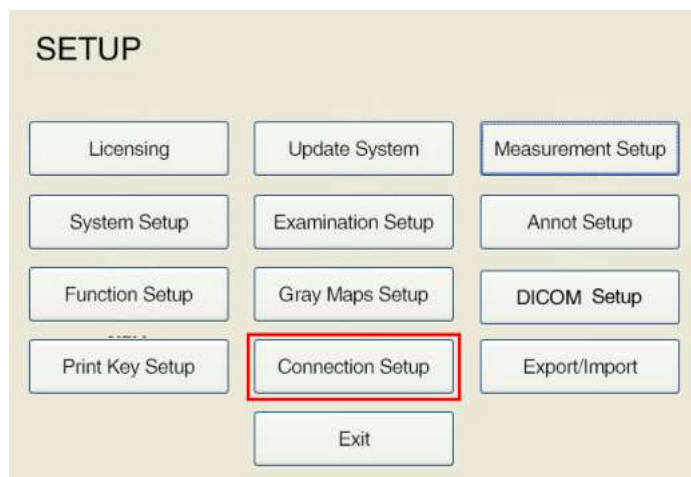

Fig. D-2 Tela Principal de Configuração
- 1) Toque em **Setup** na tela de toque para abrir a **telaSETUP**, como mostrado na Fig. D-2.